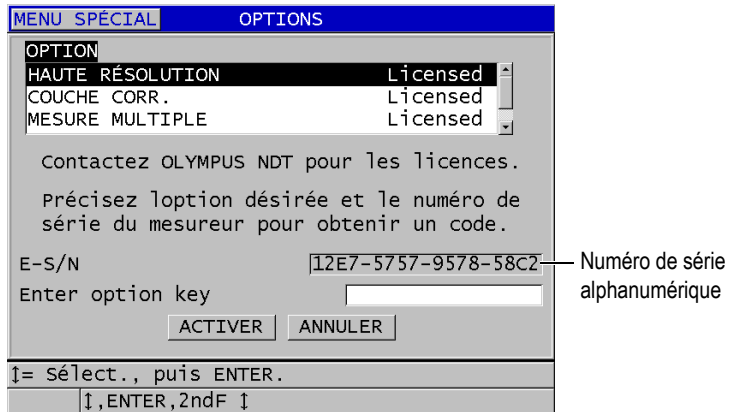

Figure 7-1 Activation des options logicielles : écran OPTIONS
3. Dans l'écran **OPTIONS** (voir la Figure 7-1 à la page 109), relevez le numéro de série alphanumérique de 16 chiffres inscrit dans le champ **E-S/N**.
5. Dans l'écran **OPTIONS** (voir la Figure 7-1 à la page 109) :